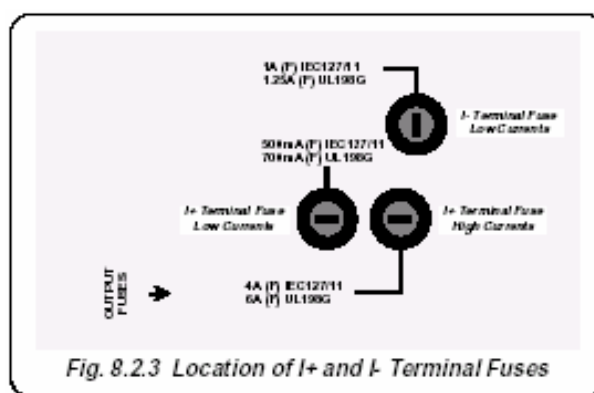

Рис. 8.2.3. Положение I+ и I- предохранителей.
Предохранители расположены в левой передней части защитного экрана, ниже плоского кабеля, который связан с печатной кросс-платой на задней панели и проходит через уплотнение в защитном экране (Рис. 8.2.3).
- b. Найдите три крышки предохранителей (типа байонет) (Рис. 8.2.3):
- b. Найдите три держателя предохранителей (типа байонет) (Рис. 8.2.3):